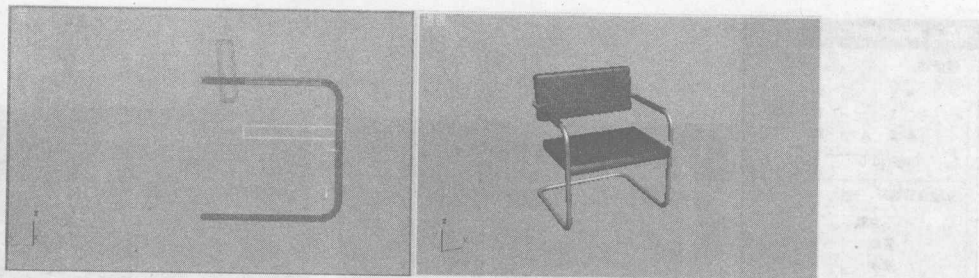

图 1-28 创建的坐垫和靠背造型及位置
(13) 选择坐垫, 激活工具栏中的  按钮, 按住键盘上的 Shift 键, 在前视图中将其以“实例”复制的方式复制 1 个, 分别使用工具栏中的  工具和  工具调整其大小和位置, 将调整后的造型命名为“靠背”, 如图 1-28 所示。